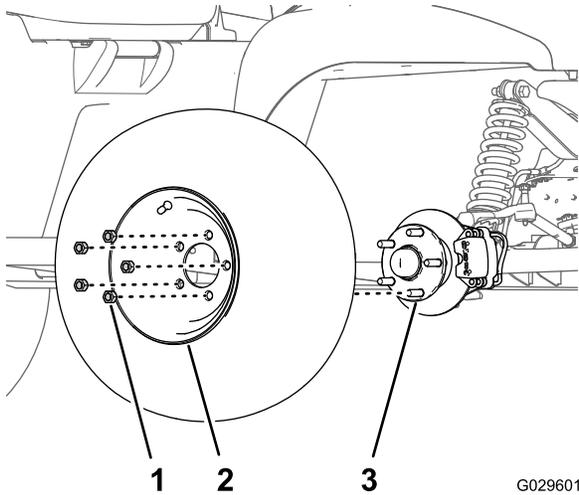

図 30
2. ホイールをハブに固定しているラグナット5個を外す 図 30。
4. ホイールをハブに取りつける。空気バルブを外側に向けて取り付けること 図 30。
5. ホイールをハブに固定し 図 30、ラグナットを  $108122\text{Nm}$   $11.012.5\text{kg}\cdot\text{m}$  =  $8090\text{ft}\cdot\text{lb}$  にトルク締めする。